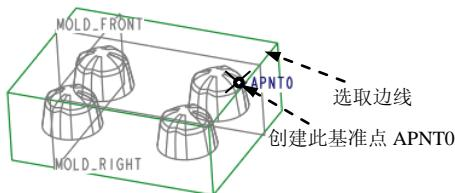
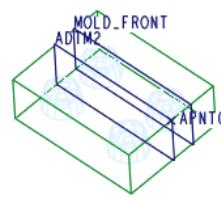

图 22.6 创建基准点 APNT0
图 22.7 创建基准平面 ADTM2
(1) 创建图 22.6 所示的基准点 **APNT0**。
① 单击 **模具** 功能选项卡 **基准** ▾ 区域中的 按钮。
- ② 在图 22.6 中选取坯料的边线。
- ③ 在“基准点”对话框中，先选择基准点的定位方式 **比率**，然后在左边的文本框中输入基准点的定位数值（比率系数）0.5。
- ④ 在“基准点”对话框中单击 **确定** 按钮。
- (2) 穿过基准点 APNT0，创建图 22.7 所示的基准平面 ADTM2。操作过程如下。
- ① 单击 **模型** 功能选项卡 **基准** ▾ 区域中的“平面”按钮
- ② 选取基准点 APNT0。
- ③ 按住 Ctrl 键，选择 MOLD_FRONT 基准平面。
- ④ 在“基准平面”对话框中单击 **确定** 按钮。